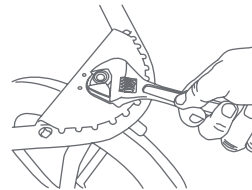

Fig. 25
- 25) • Retirez le repose-pieds afin d'accéder à l'écrou. Vous pouvez utiliser une clé à molette standard pour resserrer l'écrou (Fig. 25).